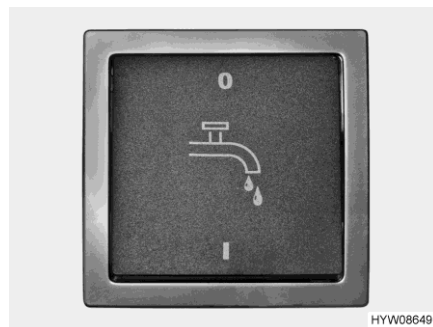

Fig. 147 Interruttore (pompa dell'acqua)
- ▷ Prima di poter utilizzare le rubinetterie dell'acqua, è necessario inserire l'alimentazione a 12 V sul pannello di controllo e la pompa dell'acqua dall'interruttore (Fig. 147). In caso contrario la pompa dell'acqua non funziona.